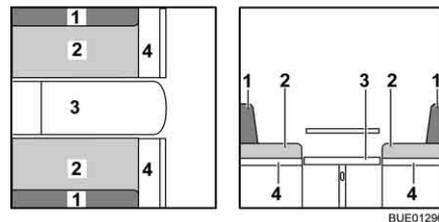

Fig. 113 Pendant la transformation
- Élargir la banquette (Fig. 113,4).
- Enlever les coussins de dossier (Fig. 113,1) et les placer de côté.
- Tirer les coussins d'assise (Fig. 113,2) vers le centre.